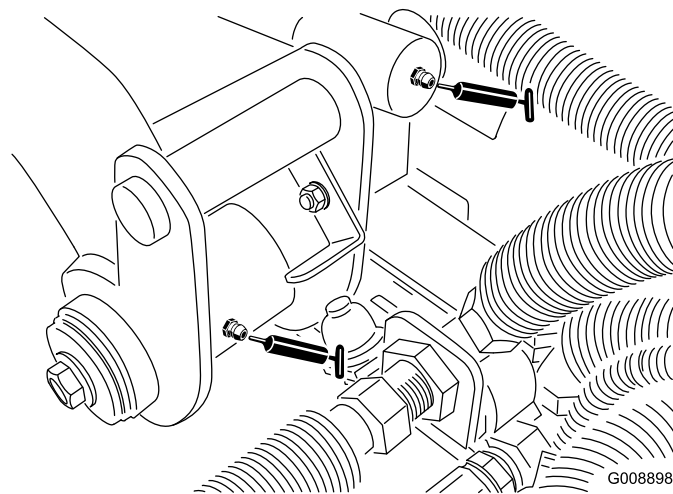

Figura 54
- Perno del braccio di sollevamento posteriore e cilindro di sollevamento (2) (Figura 54)